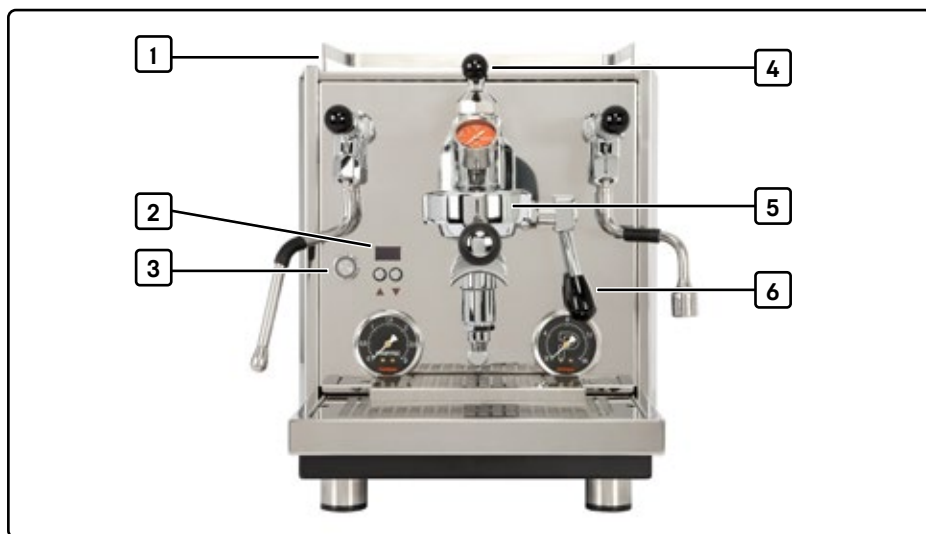

Fig. 8 Représentation sans porte-filtre installé
1. Retirez le réservoir d'eau (1, Fig. 8) et nettoyez-le soigneusement (voir chapitre 11.5, « Nettoyage du réservoir d'eau »).
4. Appuyez sur le bouton marche/arrêt (2, Fig. 8).
1. Ouvrez le régulateur de débit Flow Control (4, Fig. 8) d'au moins un tour (voir chapitre 5.2.4, « Régulateur de débit (Flow Control) »).
2. Placez le récipient sous le groupe de percolation (5, Fig. 8). L'ouverture du récipient doit être au moins aussi grande que celle du groupe de percolation.
3. Amenez le levier de percolation (6, Fig. 8) en position de production (voir chapitre 5.2.3, « Leviers de commande »)
2. Appuyez sur le bouton marche/arrêt (2, Fig. 8).